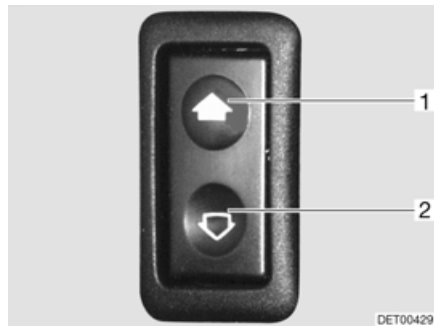

Bild 32 Reglage för elmanövrerad fönsterhiss
- Öppna: ■ Tryck på det nedre reglaget (Bild 32,2).
- Stänga: ■ Tryck på det övre reglaget (Bild 32,1).